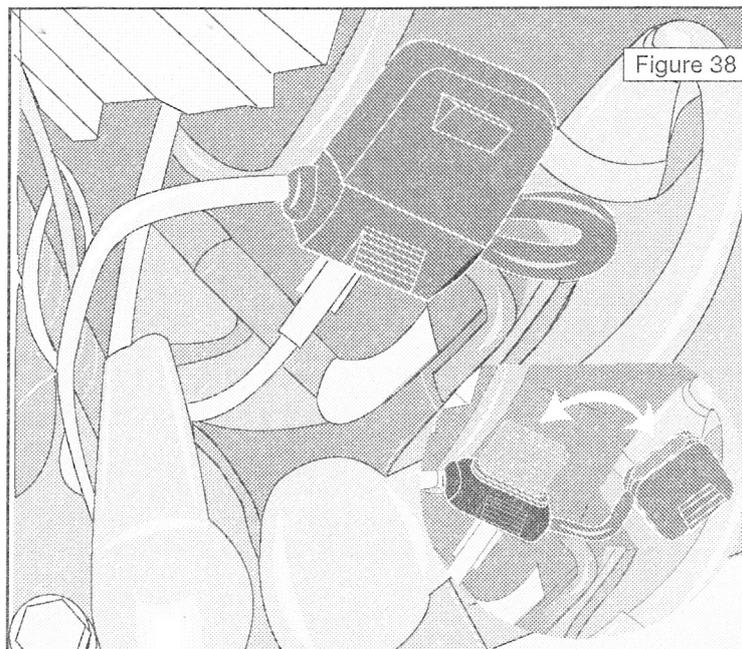

Figure 38
- ✓ Le fuse 30 Amp du faisceau principal ne soit pas brûlé (fig 38)
- ✓ Le fusible 30 Amp du faisceau principal ne soit pas brûlé. Il est situé à l'arrière de la machine coté gauche du moteur sous le capot. (Figure 38)